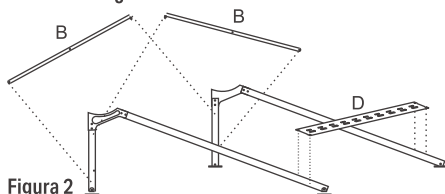

Figura 2
2) En la parte trasera de las estructuras, arme la cruz estabilizadora (B) que une las dos estructuras laterales.
Las barras de la cruz cuentan con un orificio en la parte de en medio por el cual se unen con un tornillo. Coloque el soporte inferior de los tubos (D) como lo muestra la Figura 2.